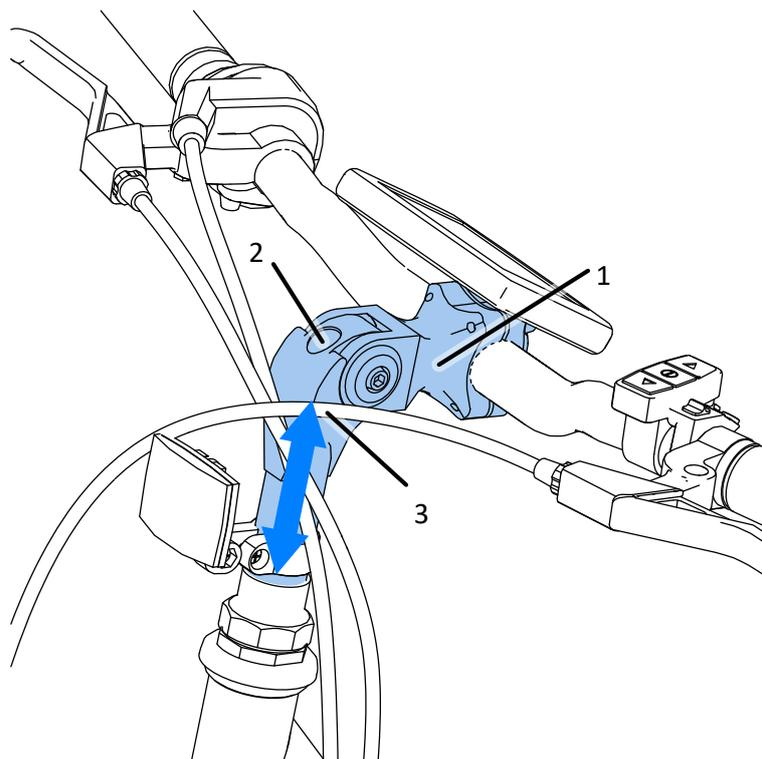

Abb. 16
Abb. 16 zeigt die Höheneinstellung der Lenkbrücke (1). Um die Höhe der Lenkbrücke einzustellen, lösen Sie die Schraube (2) der Lenkbrücke (3). Dadurch wird die Klemmung um die Lenkbrücke gelockert und kann sie anheben oder senken, bis die gewünschte Position erreicht ist. Richten Sie dann die Lenkbrücke auf die Achse des Vorderrads aus. Ziehen Sie die Schraube (2) an, um die Brücke in ihrer Position zu sichern.